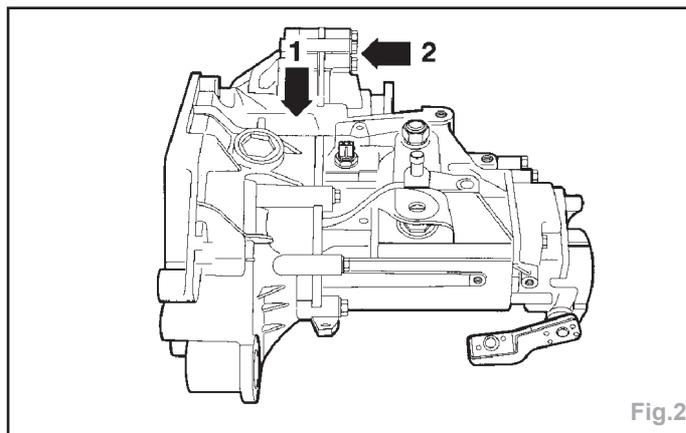

Fig.2
- Lettres-repères et date de fabrication de la boîte de vitesses (flèche 1) (Fig.2).
- BV mécanique 02K (flèche 2) (Fig.2).